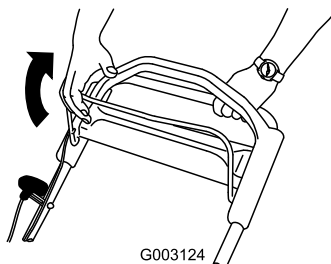

Bild 15
1. Ziehen Sie den Schaltbügel für das Schnittmesser gegen den Griff (Bild 15).